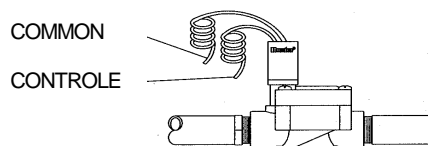

Fig. 1
1. Verbind aan de kleppen een C (= geaarde draad) met een van de beide draden van de klep (Fig. 1). Verbind een aparte controle draad met de overgebleven draad van elke klep.